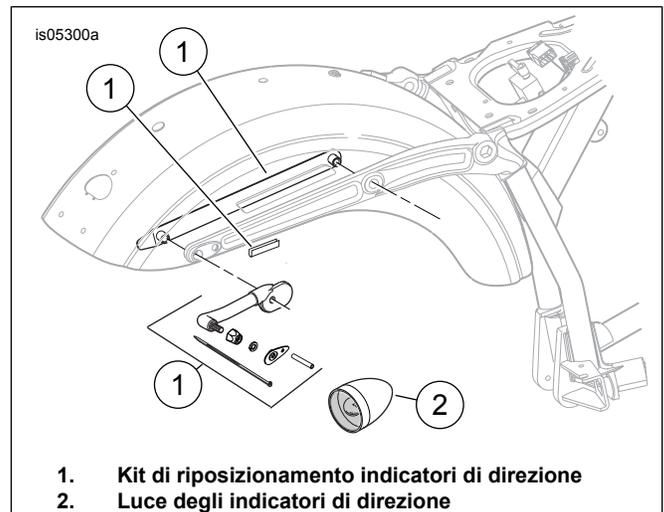

Figura 1. Kit di riposizionamento degli indicatori di direzione, FXDB
3. **FXDB 2009 e anni successivi:** vedere Figura 1. Utilizzare la staffa di sostegno del parafrangente inclusa nel kit di riposizionamento degli indicatori di direzione 68227-09.
2. Vedere Figura 1. Misurare circa 38 mm (1-1/2 in) a partire dal bordo inferiore della borsa portapacchi. Orientare orizzontalmente il catarifrangente e centrare con cautela l'attacco del catarifrangente tra le cinghie delle borse dotate delle stesse o posizionarlo sulla parte posteriore delle borse non dotate di cinghie. Spingere delicatamente l'attacco del catarifrangente in modo da trasferire i puntini di vernice ed eseguire dei piccoli fori sulla borsa portapacchi in corrispondenza dei puntini.